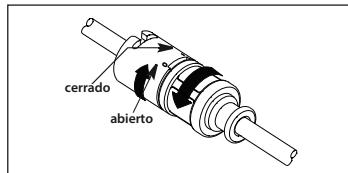

Figura 3
b. Si va a utilizar un protector contra contaminación del catéter con adaptador TwistLock (si se suministra), asegúrese de que el TwistLock doble del protector contra contaminación del catéter esté completamente abierto (consulte la figura 3).